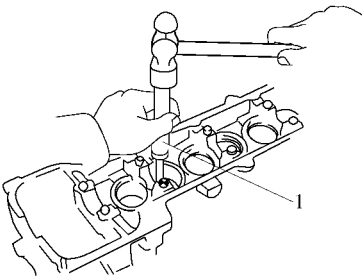

图 1-33 使用特种维修工具和锤子敲出气门导管
1) 将气缸盖加热到 90℃ 左右，使用特种维修工具和锤子敲出气门导管，如图 1-33 所示。